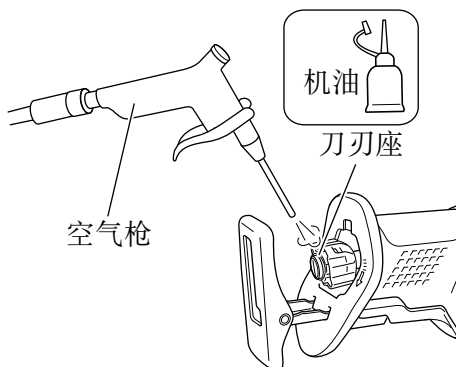

图 7
- (1) 使用后，请用气刷或刷子清除掉锯条上的灰尘、泥土、尘沙或潮气等，以确保锯条的工作顺畅。(图 7)